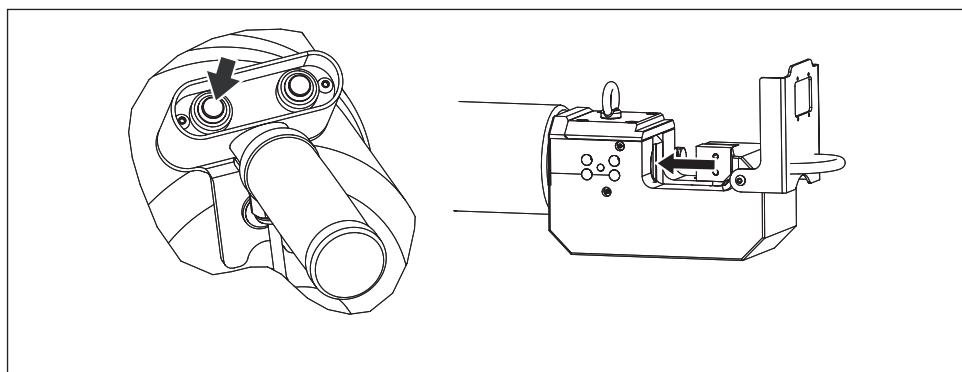

図12:操作 - 格納
- **retract (格納)** プッシュボタンを押し続けると、ピストンが格納され、可動ブレードが後方へスライドします。図12を参照してください。